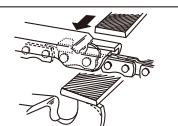

Fig. 23
**ADVARSEL:** En slipt kjede gir godt definerte fliser. Når sagen din starter å produsere sagflis, er det på tide å slipe den. Etter hver tredje til fjerde gang kutterne har blitt slipt, må du sjekke høyden på dybdemålerne og, hvis nødvendig, senke dem med den flat filen og malen som følger med, deretter avrunn fronthjørnet. (Fig. 23)